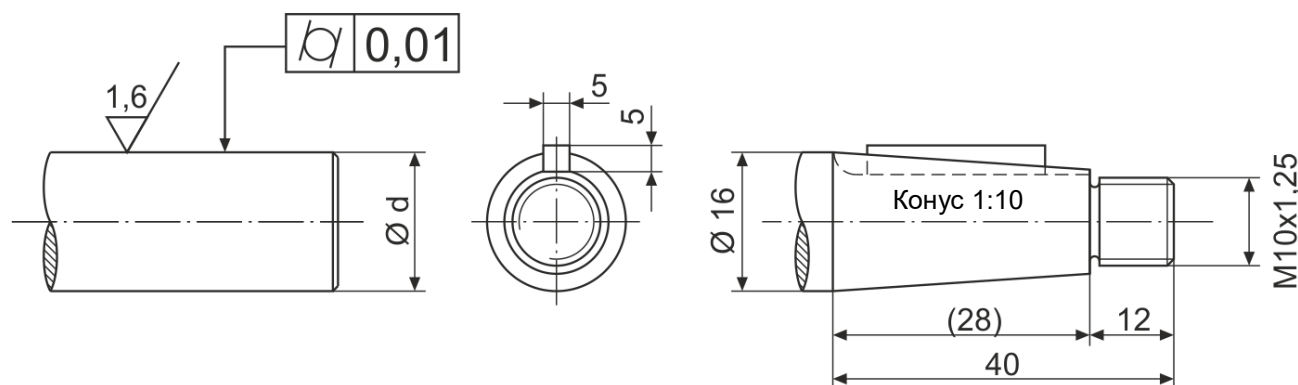

Рис. 4
- ❑ Должны соблюдаться допуски, показанные на Рис. 4.